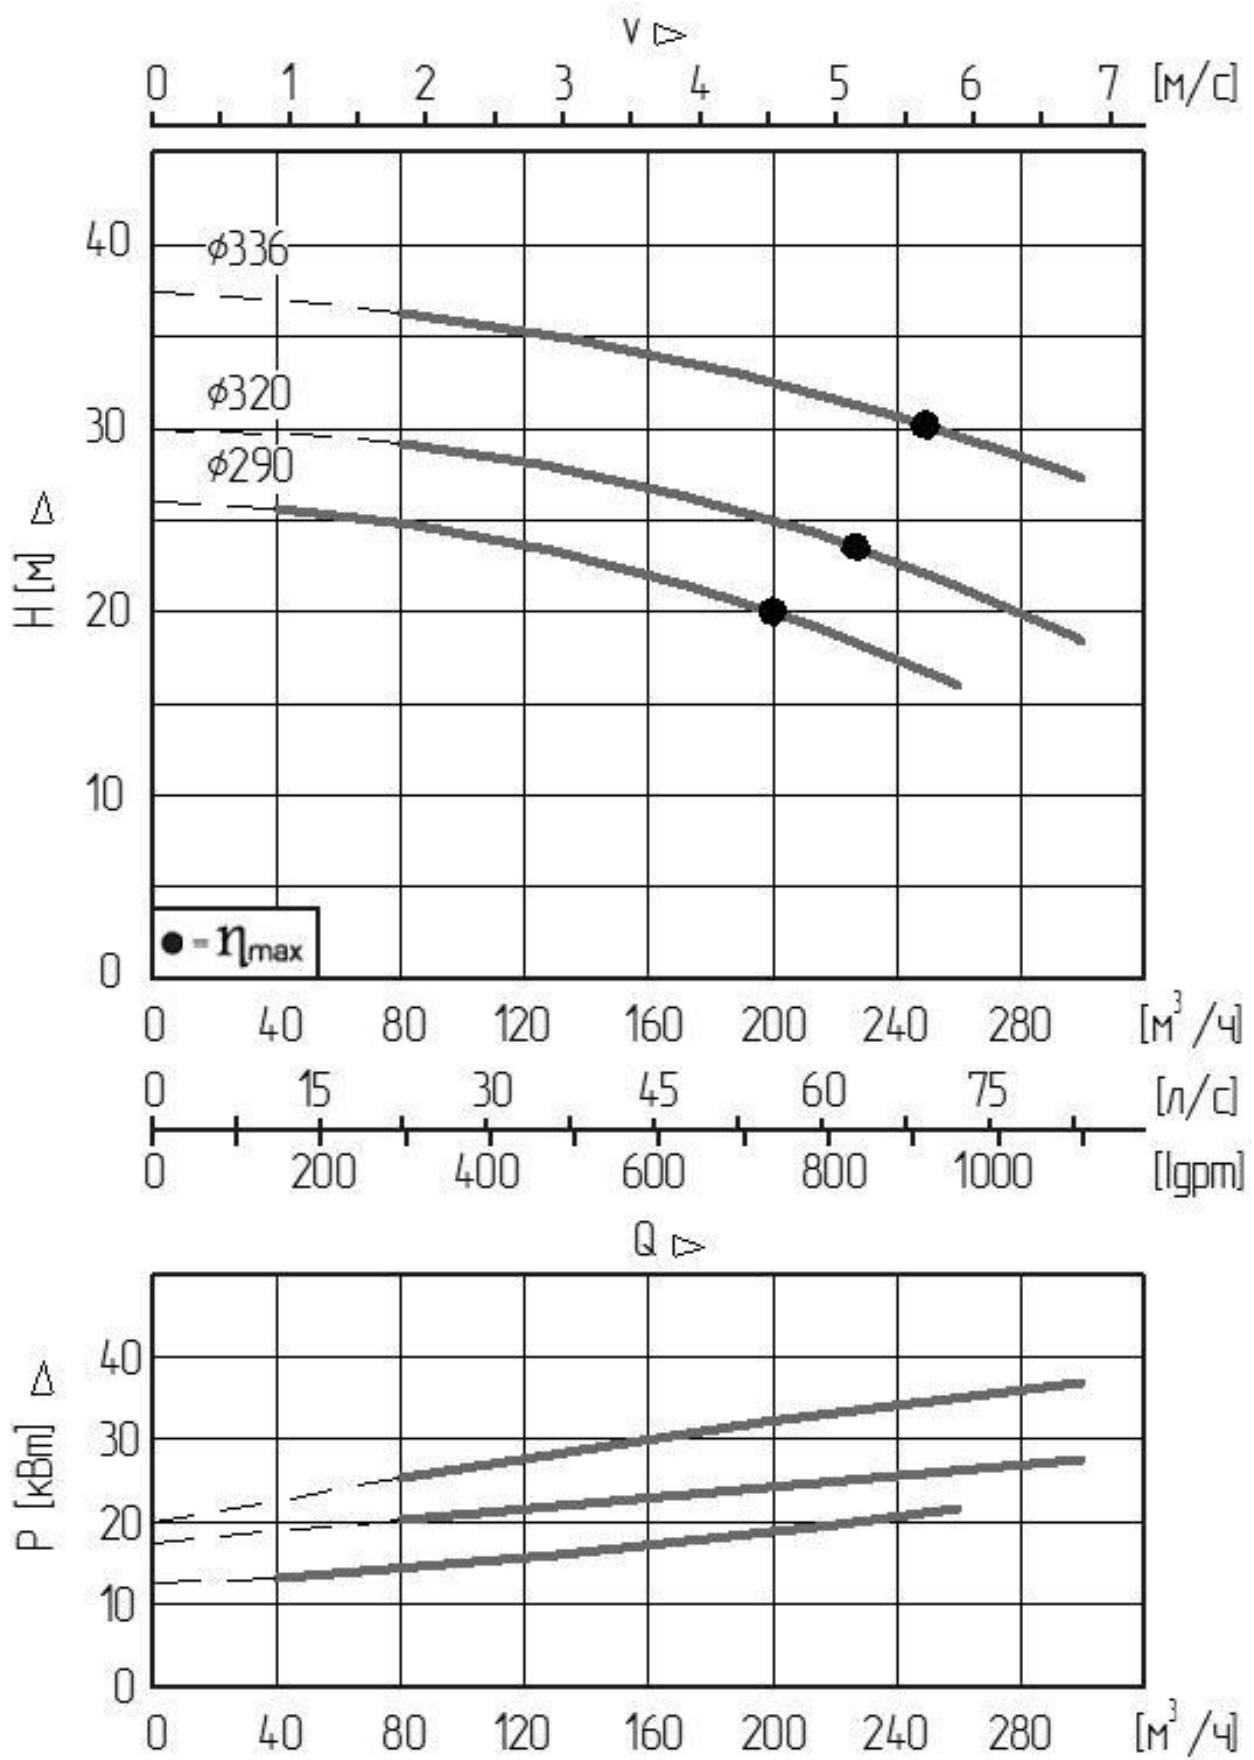

Рис. 13 Рабочие характеристики насоса «Иртыш»:
- 1) общий вид шкафов управления на рис. 13;